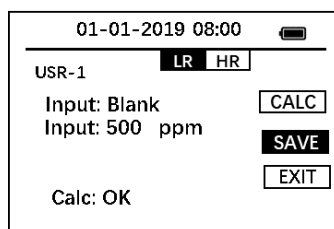

Figura 13.
10. Con **GUARDAR** resaltado, pulse la tecla **OK** para guardar el primer intervalo de calibración (Figura 13).